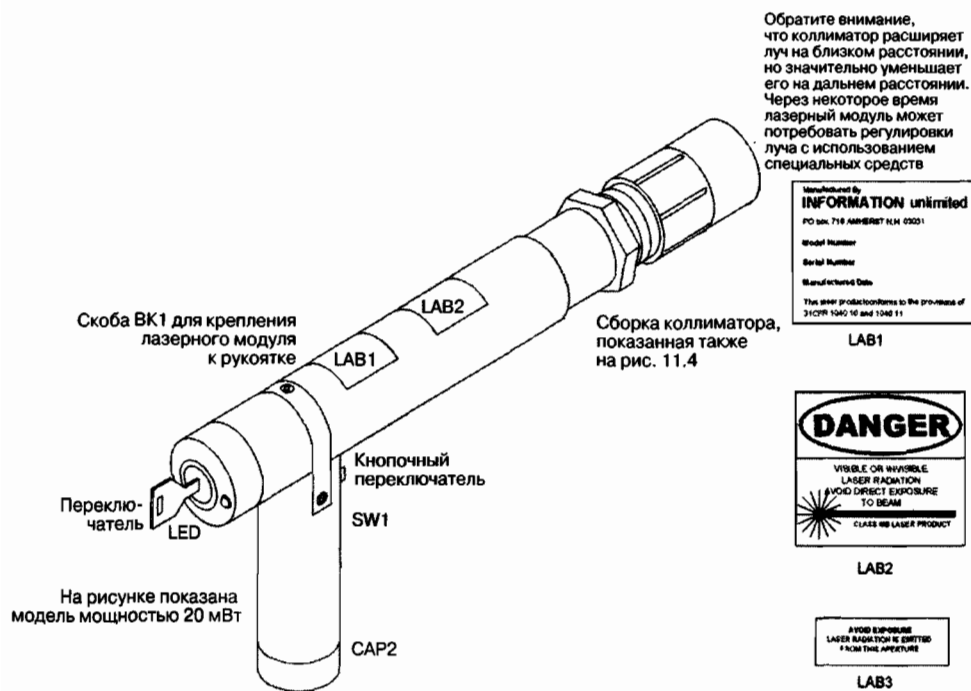

Рис. 11.6. Окончательный вид устройства с ярлыками
6. Окончательно соберите и промаркируйте устройство, как показано на рис. 11.6. Обратите внимание на отверстие в корпусе около рукоятки для подвода внешних проводов. При желании вы можете увеличить длину проводов лазера.